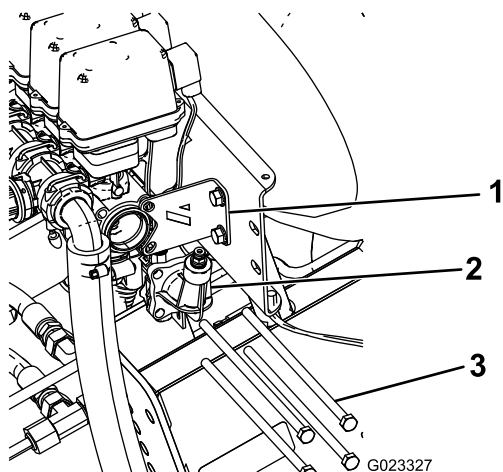

図 3
- 水圧ゲージポートをブームバルブに取り付けているねじ山付きロッド（4本）を外して廃棄する（図 3）。平ワッシャとナットは捨てないこと。
- スタビライジング・ブラケットをバルブ・アセンブリに固定しているボルトとナット（2組）を外して保管する（図 3）。